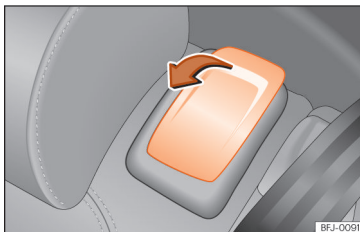

Abb. 101 Zweite Sitzreihe:
- Entriegelungshebel in Pfeilrichtung ziehen >>> [Abb. 101].
- Hebel >>> [Abb. 101] ziehen und Sitzlehne nach hinten in die aufrechte Position klappen. Der komplette Rücksitz klappt nach hinten >>> .